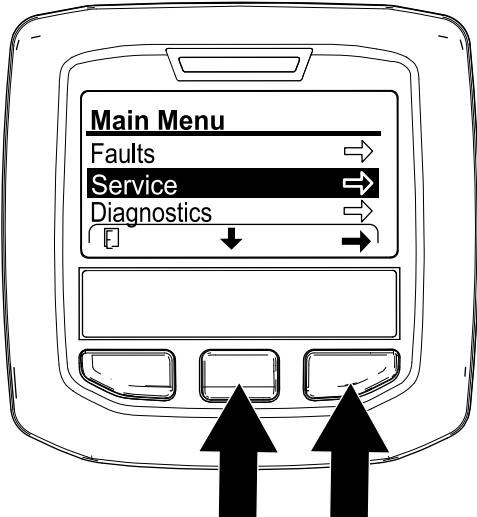

Рисунок 130
2. В инфо-центре перейдите в MAIN MENU (Главное меню) (Рисунок 130).